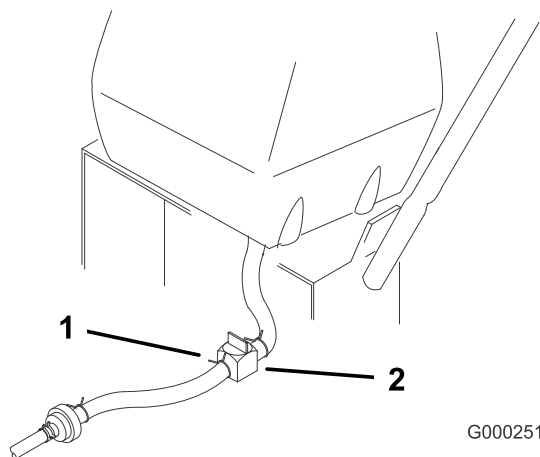

Figure 31
2. Fermez le robinet d'arrivée de carburant sur le réservoir (Figure 31).
3. Pincez les extrémités du collier de fixation et poussez le collier en haut de la conduite d'alimentation, à l'opposé du filtre à carburant (Figure 31).
4. Débranchez la conduite d'alimentation du filtre à carburant (Figure 31). Ouvrez le robinet d'arrivée de carburant et laissez l'essence s'écouler dans un bidon ou un bac de vidange.
3. Fermez le robinet d'arrivée de carburant sur le réservoir (Figure 31).
7. Ouvrez le robinet d'arrivée d'essence sur le réservoir (Figure 31).